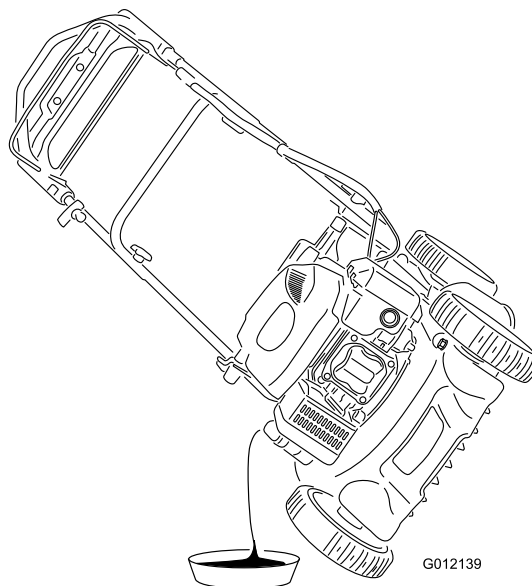

Figura 21
5. Inclinate il tosaerba sul fianco, con l'asta di livello in basso, per vuotare l'olio usato attraverso il tubo di riempimento (Figura 21).